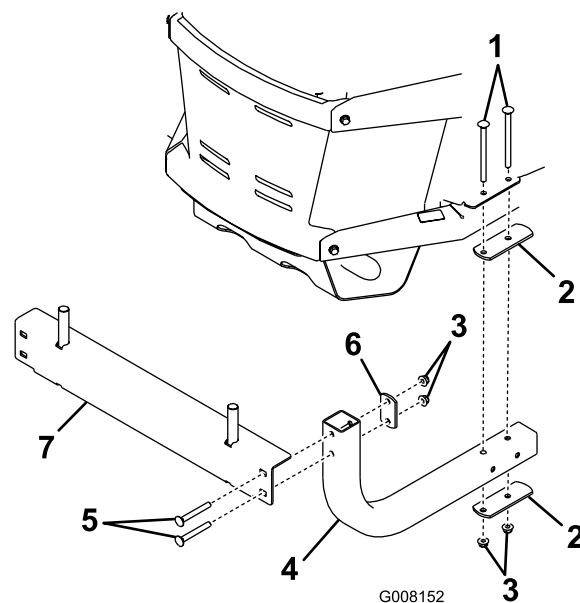

Figura 5
2. Instale dos pernos de cuello cuadrado de 3/8-16 x 5 a través de los taladros del bastidor, según se muestra en Figura 5. Coloque dos refuerzos en la parte superior y la parte inferior del tubo de ensacador e instale el conjunto en los pernos de cuello cuadrado. Sujete todo con dos contratuercas (3/8 pulgada), pero no las apriete. Repita el procedimiento en el otro lado.
3. Alinee los taladros del tubo del ensacador con el enganche del ensacador. Sujete con los herrajes y el refuerzo según se muestra en Figura 5; no apriete los herrajes para facilitar la instalación.